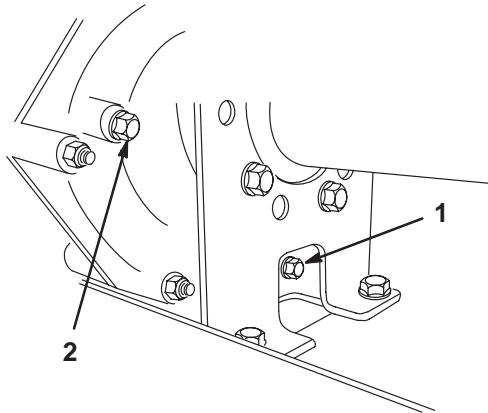
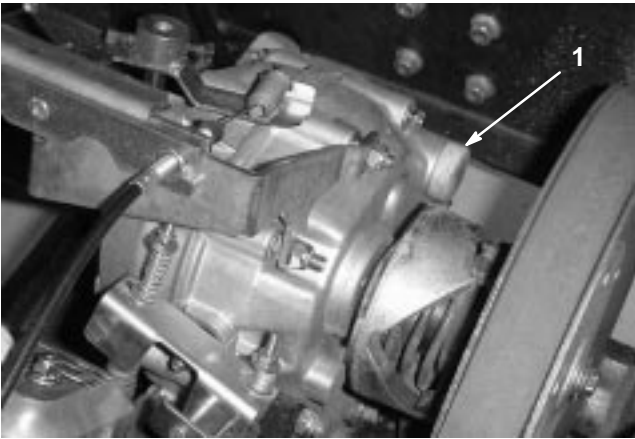

Bild 34
Bild 35
- 2. Entfernen Sie die Ablassschraube aus der rechten Seite des Behälters (Bild 34) und lassen die Flüssigkeit in ein Auffanggefäß ablaufen. Schrauben Sie die Ablassschraube wieder fest ein, wenn keine Flüssigkeit mehr ausströmt.
- 3. Füllen Sie den Ölbehälter (Bild 35) mit ungefähr 1,4 Liter SAE 10W30 Motoröl, oder bis der Ölstand das untere Ende des Füllstand-Prüflochs erreicht (Bild 34).